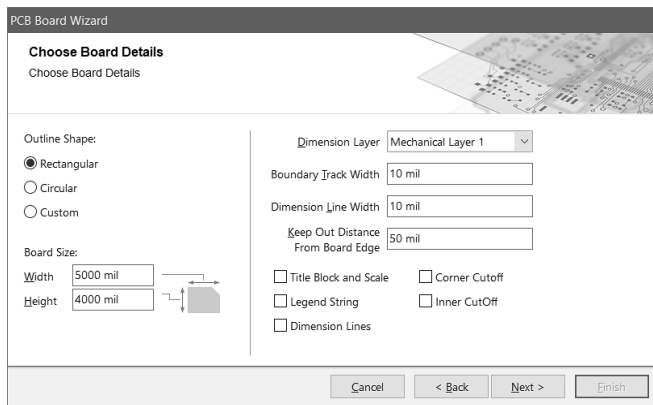

图 6-4-7 设置 PCB 板形状等参数
(4) 单击【Next】按钮, 进入下一对话框设置 PCB 板形状等参数, 如图 6-4-7 所示。
在图 6-4-7 的 Outline Shape 选项区域中可以选择外观形状, 有三个选项: Rectangular 为矩形, Circular 为圆形; Custom 为自定义形状, 如椭圆形。